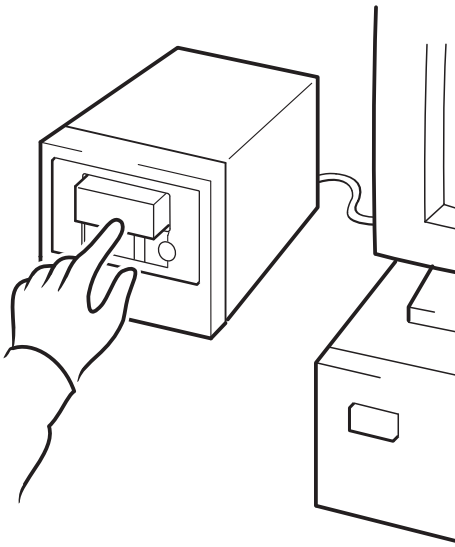

図 14a: HP OBDR、ステップ 1
- 最新のブート可能カートリッジをマガジンのスロット 1 に挿入して、マガジンをオートローダにセットします (図 14a を参照)。カートリッジには、CD-ROM フォーマットでテープにデータを書込むバックアップ・アプリケーションを使用する必要があります。